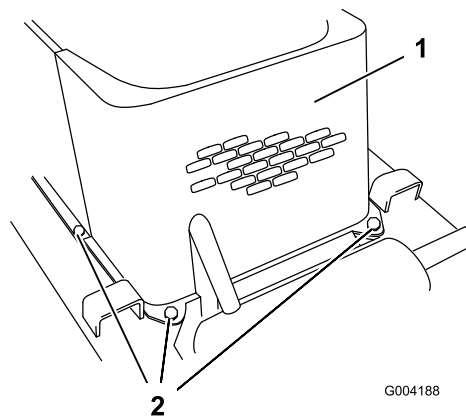

Figure 27
5. Enlevez les 4 boulons de fixation du panneau avant au châssis de la machine (Figure 27).